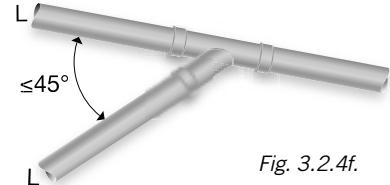

Fig. 3.2.4f.
- Liggande ledning (L) ska anslutas till liggande ledning med grenrör med vinkel $\alpha \leq 45^\circ$. Se fig. 3.2.4f.
- Riktningsförändring på liggande ledning (L) ska utföras med en eller flera böjar med största vinkel $\alpha \leq 45^\circ$.